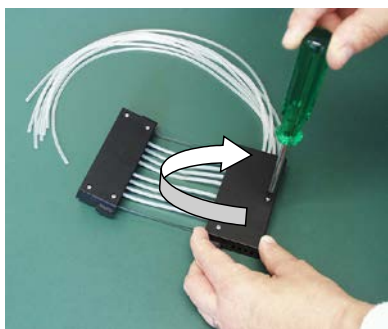

图 5-49.上紧盖板紧固螺钉
14. 紧固分液盒上部的 3 个盖板固定螺钉，同时使前侧螺钉螺纹松开图 5-49)。